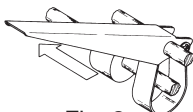

Fig. 2
1. Rotate the brake handle back from the forward position in FIG. 1 to the nearly horizontal position in FIG. 2.
1. Den Bremsengriff von der Vorwärtsstellung in ABB. 1 in die fast horizontale Stellung in ABB. 2 drehen.
1. Ruotare la manovella del freno verso il retro portandola dalla posizione illustrata nella FIG. 1 alla posizione quasi orizzontale illustrata nella FIG. 2.
1. Gire a alavanca do travão da posição para frente mostrada na FIG. 1 até a posição quase horizontal mostrada na FIG. 2.
1. La manivela del freno está en la posición delantera como se muestra en la FIG. 1, gírela hacia atrás hasta que esté casi totalmente en posición horizontal como se muestra en la FIG. 2.
1. Vrid tillbaka bromshandtaget från framåt-positionen i FIG. 1 till den nästan horisontella positionen i FIG. 2.
1. Drej bremsehåndtaget tilbage fra fremadstillingen, der er vist i FIG. 1, til den næsten vandrette stilling, der er vist i FIG. 2.
1. Drei bremsehåndtaket tilbake fra fremre stilling, FIG.1, til nesten vannrett stilling, FIG.2.
1. Draai de remkrui vanuit de voorwaartse stand in AFB. 1 terug naar de bijna horizontale stand in AFB. 2.
1. Tourner la poignée du frein depuis la position avant, comme illustré à la FIG. 1, vers la position quasi-horizontale, comme illustré à la FIG. 2.